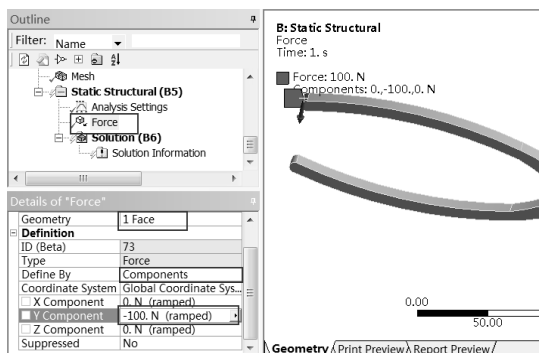

图 13-31 施加载荷（1）
Step3：如图 13-31 所示，选择 Force 选项，选择需要施加载荷的面，确保 Details of “Force” 面板 Geometry 栏中显示 1 Face 表明虎钳一个端面被选中，在 Definition Define By 中选择 Components 选项，在 Y Component 中输入 -100，完成一个载荷的添加。